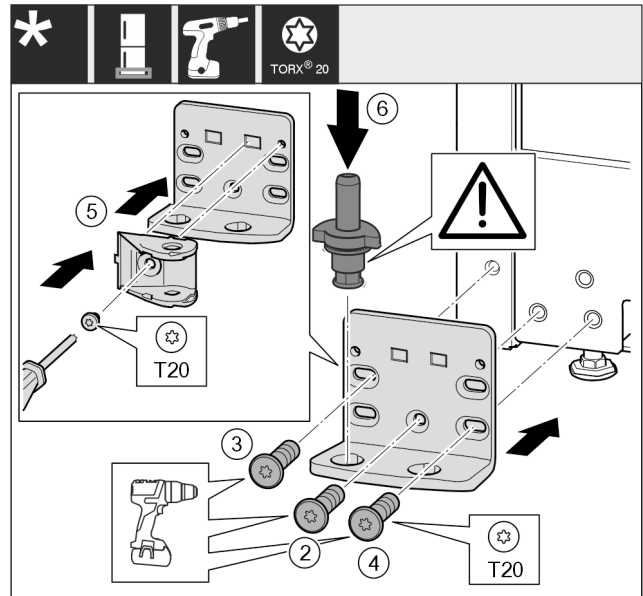

Fig. 44 *
- ▶ Lagerbock auf der anderen Seite ansetzen und mit Hilfe eines Schraubendrehers anschrauben. Mit der Schraube Fig. 44 (2) unten in der Mitte beginnen.*
- ▶ Schraube Fig. 44 (3) und Schraube Fig. 44 (4) festschrauben.*
- ▶ Schließdämpferverbindung Fig. 44 (5) um 180° drehen. Auf der anderen Seite des Lagerbocks mit Schraubendreher anschrauben.*
- ▶ Lagerbolzen Fig. 44 (6) komplett einsetzen. Dabei darauf achten, dass der Rastnocken nach hinten zeigt.*